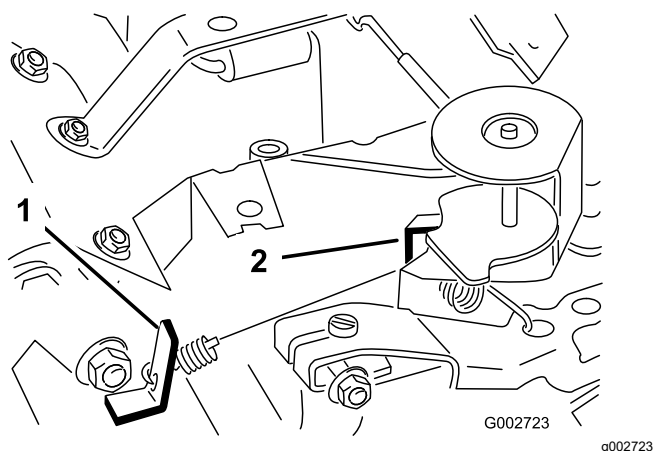

Figura 39
3. Dobre o batente da mola de velocidade intermédia (Figura 39) até obter uma velocidade de 1.675 ± 1.175 rpm.
6. Dobre o batente da mola de velocidade elevada (Figura 39) até obter uma velocidade de 3.350 ± 3.450 rpm.